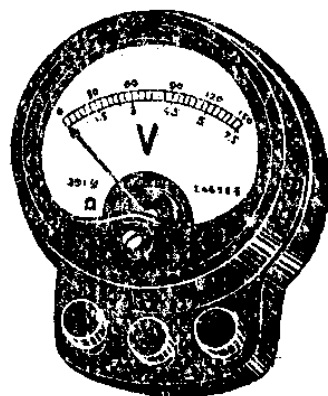

图 2-8
2. 电压表:电压表是用来测量电路两端的电压的,如图 2-8,用的时候,是跨接在被测电路的两端的。电源有交流电源和直流电源两种,因此测量电压的电压表也分交流和直流两种,交流电压表只能用来测交流电,直流电压表只能用来测直流电,不能混用。